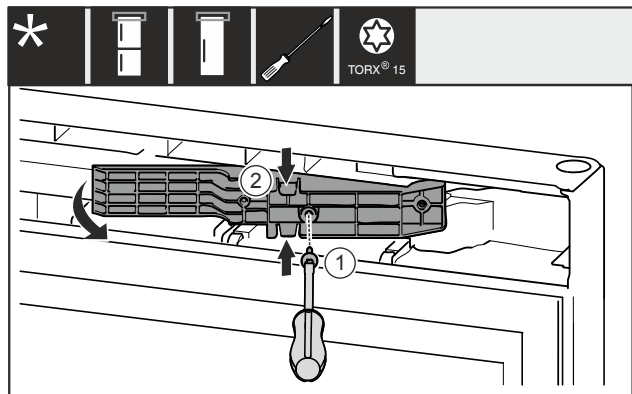

Fig. 15 *
- ▶ Извлеките винт Fig. 15 (1).*
- ▶ Слегка сожмите деталь адаптера Fig. 15 (2) сверху и снизу и извлеките ее.*